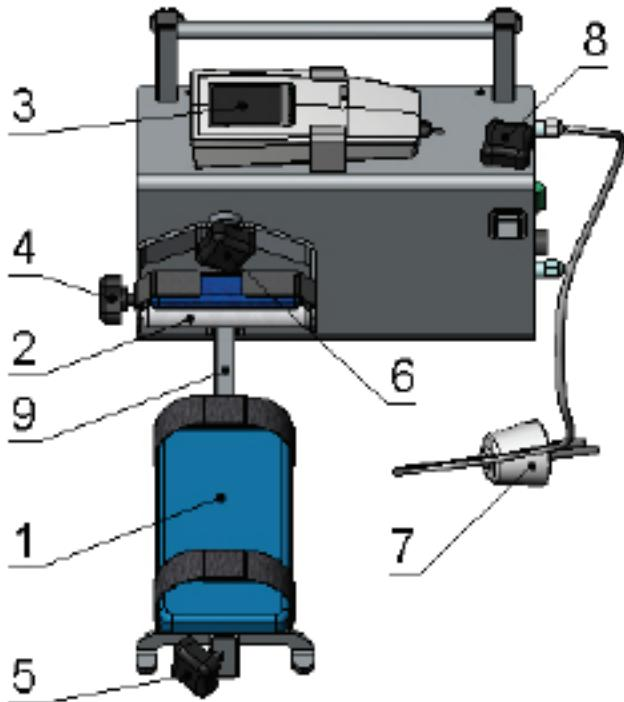
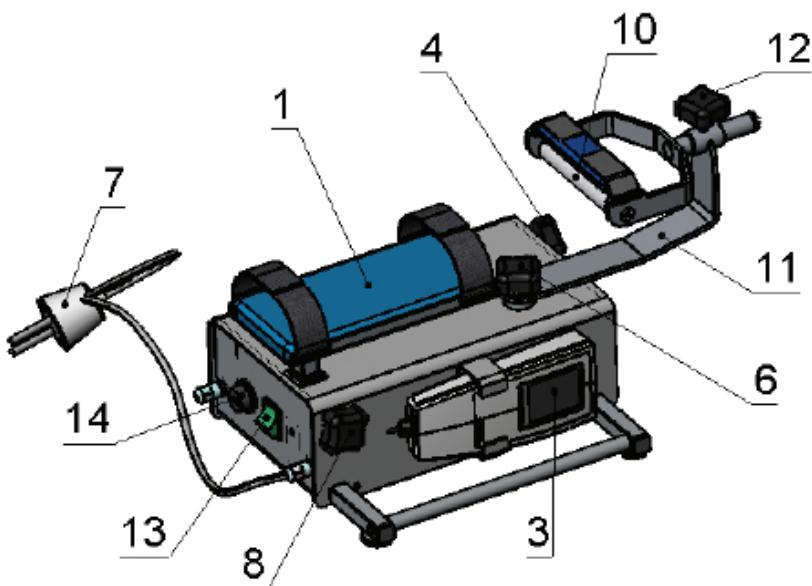

Рисунок 4.1 – Основные функциональные элементы Аппарата
Рисунок 4.2 – Основные функциональные элементы Аппарата в положении для сгибания/разгибания и девиации.
4.2 Основные функциональные элементы Аппарата (см. рис.4.1, рис. 4.2):
Рис. 4.1 Аппарат в положении для пронации/супинации включает: 1.Лоток предплечья.2. Ручка пронации/супинации. 3. Пульт управления. 4. Фиксатор для стойки пронации/супинации.
Рис. 4.2 Аппарат в положении для сгибания/разгибания и девиации включает: 3. Пульт управления.4. Фиксатор для стойки пронации/супинации. 6. Фиксатор для ручки пронации/супинации и для водило сгибания/разгибания и девиации. 7. Сетевой кабель. 8. Фиксатор высоты лотка предплечья для сгибания/разгибания и девиации. 10. Ручка для сгибания/разгибания и девиации. 11. Водило сгибания/разгибания и девиации. 12. Фиксатор высоты ручки сгибания/разгибания и девиации. 13. Выключатель «ON/OFF»(сеть). 14. Порт USB.